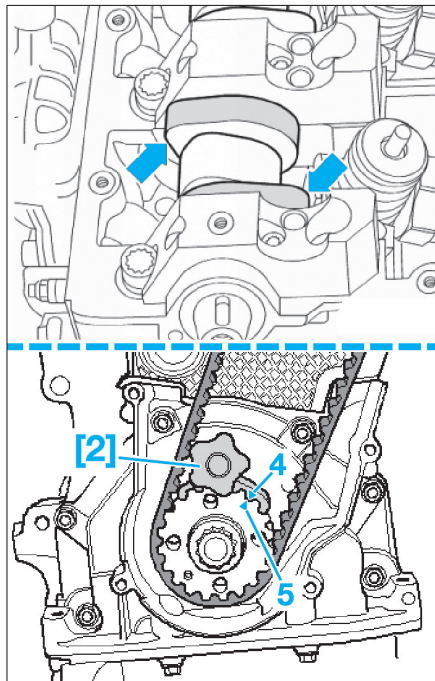

Fig. 64
- [2]. Outil de blocage de vilebrequin (ref. T10100) (Fig.64).
- Mettre en place l'arbre à cames huilé, cône côté distribution et sommets des cames du cylindres n° 1 vers le haut (Fig.64).